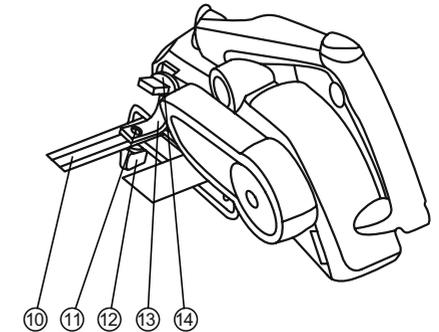

Рис.3
- ▶ установите кронштейн упора **13** и закрепите его с помощью винта **14** в отверстии с необходимой стороны рубанка (рис.3);